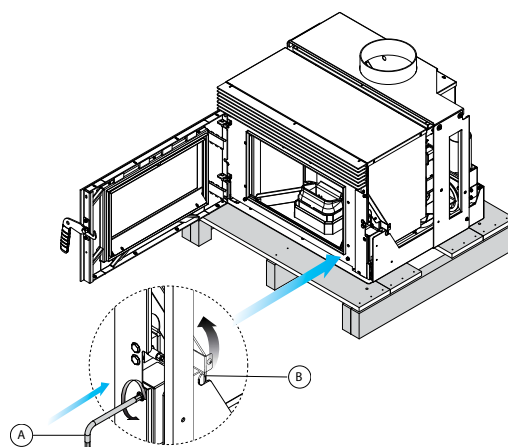
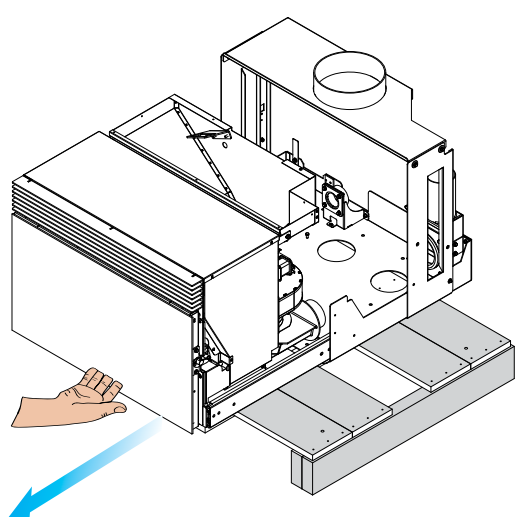

fig. 6.1.2
fig. 6.1.3
- 4) Insérer la clé Allen (A) dans le logement de déblocage de l'arrêt ; tourner le levier de fermeture dans le sens antihoraire, sur (B) (Fig. 6.1.2), fermer la porte et tirer la machine vers l'extérieur jusqu'à la fin de course des rails (Fig. 6.1.3).